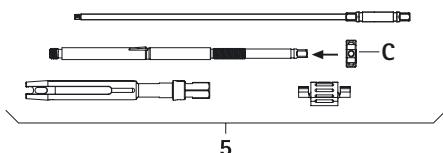

Fig. 9
- Introduzir a porca tensora C no tubo interno, ver Fig. 9.